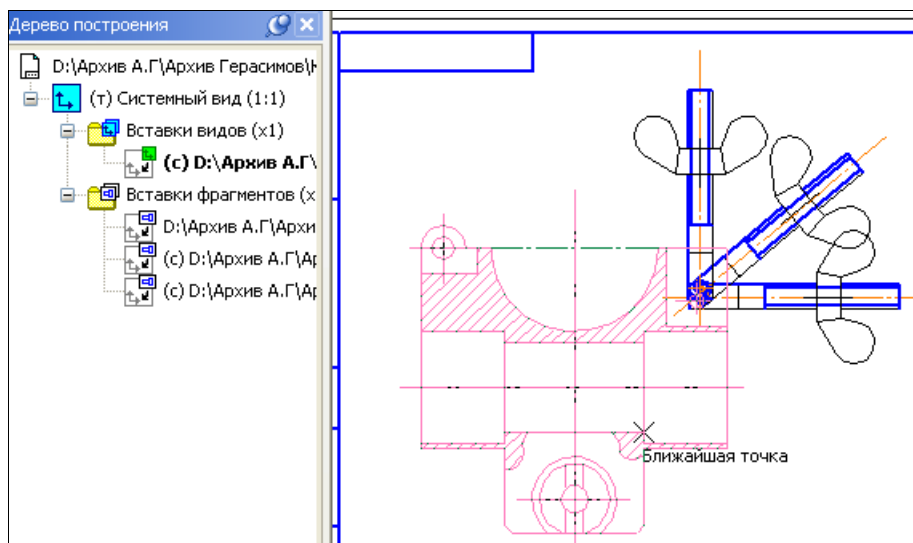

Рис. 20.6. Чертеж Корпус с винтами и Деревом построения
- ◆ самостоятельно в этот чертеж вставьте Фрагмент 1 разными способами с масштабом 1,5 и под разными углами, как на рис. 20.6;
- ◆ включите отображение Древа построения, где появились новые элементы: **Вставки видов** и **Вставки фрагментов** (рис. 20.6), которые становятся видными при нажатии на знак "плюс" у элемента **Системный вид** и у самих элементов. Обратите внимание, что рядом с элементом в скобках указано количество вставленных элементов;